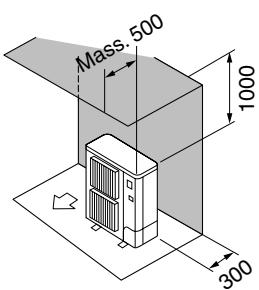

Fig. 2-3
② Solo ostacoli posteriori e superiori (Fig. 2-3)